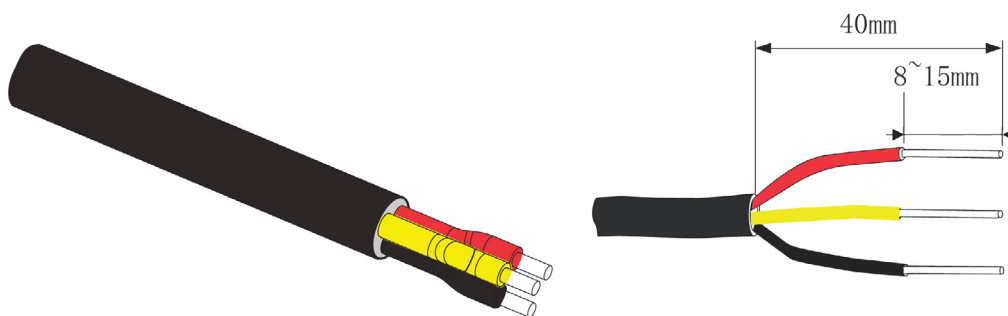

Figura 5.8 Descapar o cabo CA
Passo 3: Descasque a capa protetora e a camada de isolamento do cabo CA no comprimento correto, conforme mostrado na Figura 5.8.